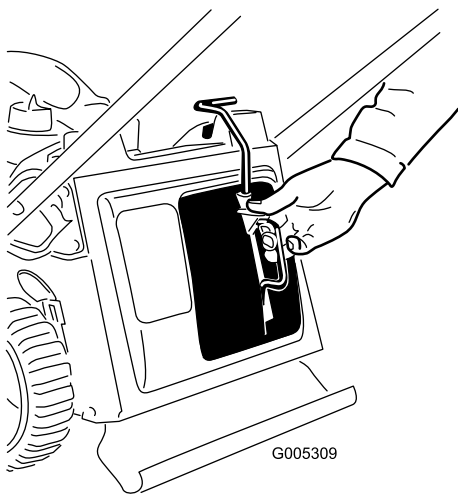
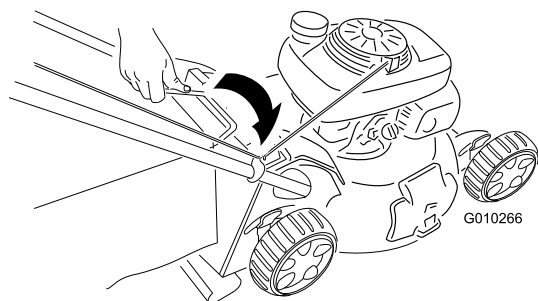

Figure 18
Figure 19
1. Montez l'obturateur de déchiquetage (Figure 18) ou le bac à herbe (Figure 19) sur la tondeuse.